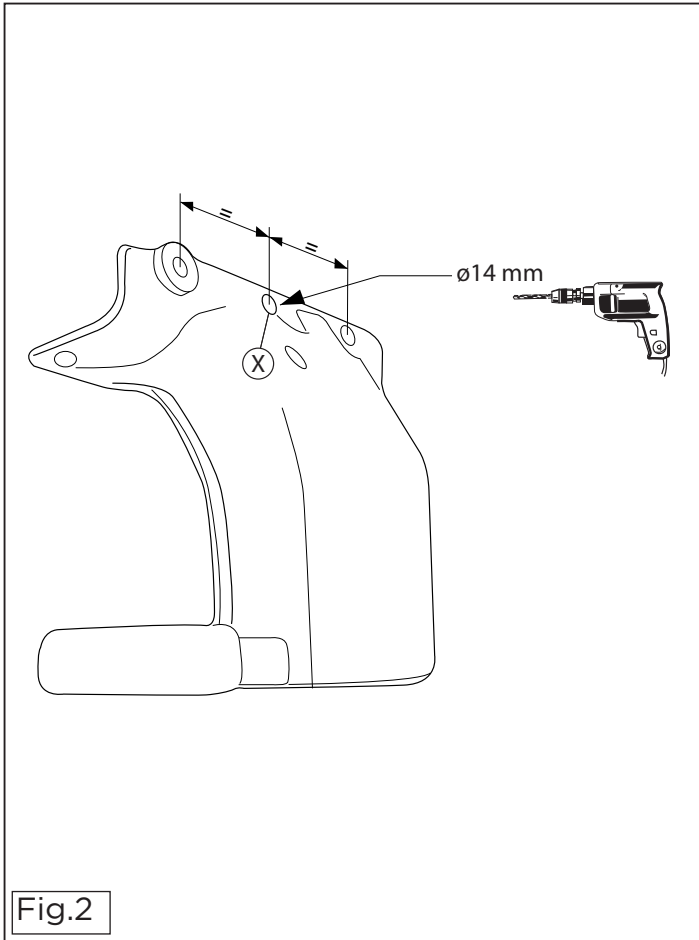

Fig.2
4. Просверлить отверстие диаметром 14 мм в точке X, как указано в рис. 2.